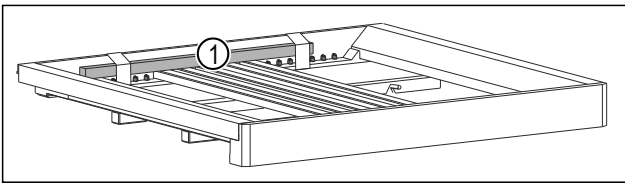

Fig. 47 *
- Снимите деревянную рейку Fig. 47 (1)*.